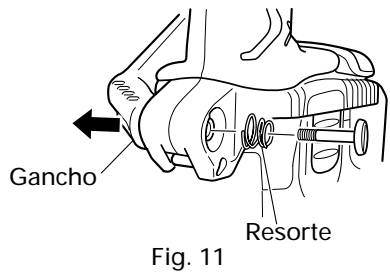

Fig. 11
- (b) Saque el gancho y el resorte. (Fig. 11)